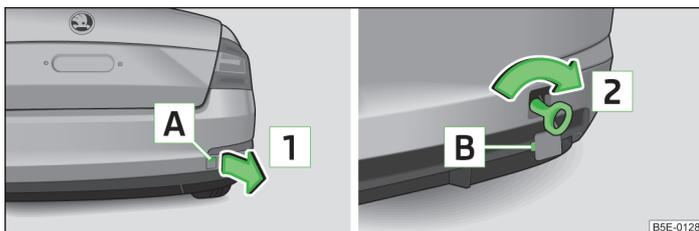

Abb. 198 Hinterer Stoßfänger: Ausbau der Abdeckkappe / Einbau der Abschleppöse
- Auf die Abdeckkappe im Bereich **A** » Abb. 198 drücken.
- Die Abschleppöse von Hand in Pfeilrichtung **2** » Abb. 198 bis zum Anschlag einschrauben » .